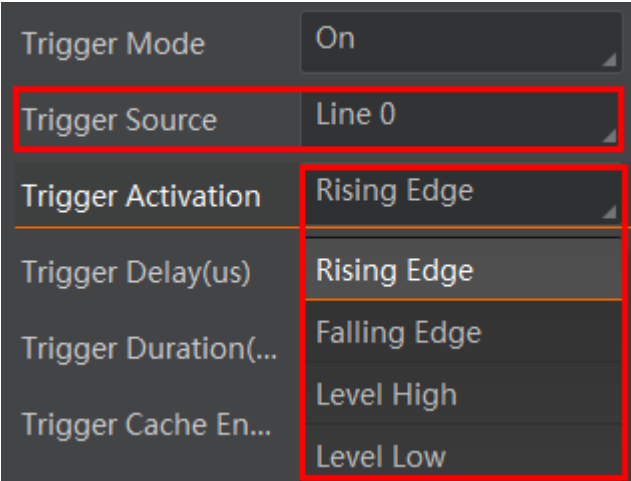

图3-6 硬件触发设置
2. 选择参数 *Trigger Source* 为 *Line 0*，设置 *Trigger Activation*，如图 3-6 所示。